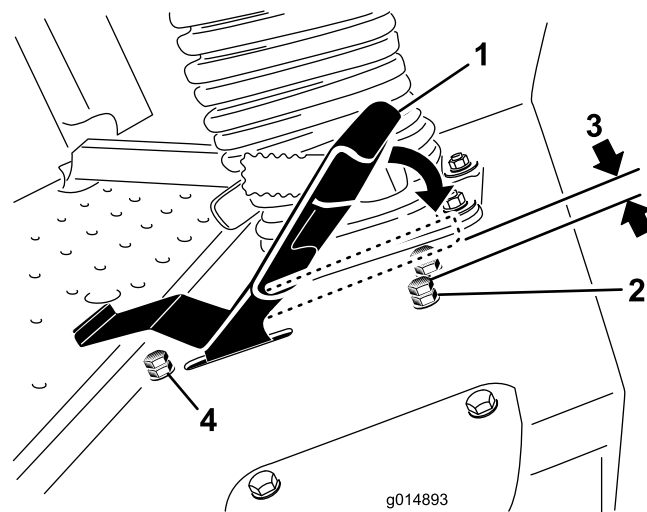

Figura 40
3. Allentate il controdado sul bullone di fermo del pedale della trazione (Figura 40).